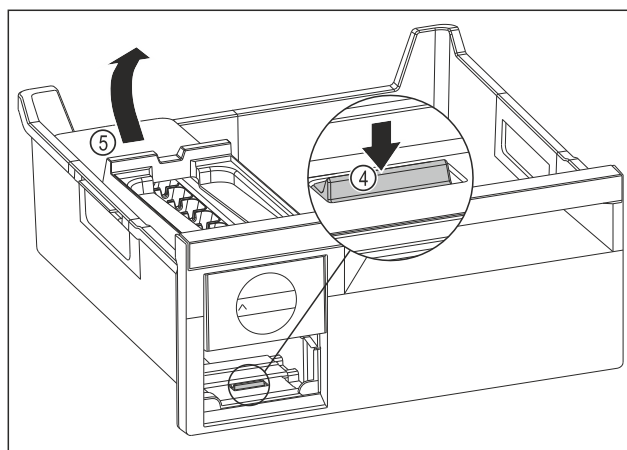

Fig. 145
- ▶ EasyTwist-Ice-Korpus entnehmen: Lasche Fig. 145 (4) mit Finger nach unten drücken und gleichzeitig mit der anderen Hand den EasyTwist-Ice-Korpus Fig. 145 (5) von hinten anheben.